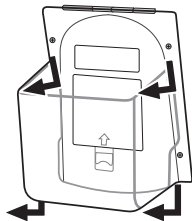
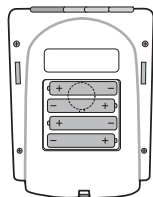

Рис.1
Рис.2
1. Снимите подставку, сдвинув ее относительно электронного блока вниз (рис. 1). Откройте крышку отсека для элементов питания и вставьте 4 элемента типа AA как указано на схеме, расположенной внутри отсека (рис. 2).